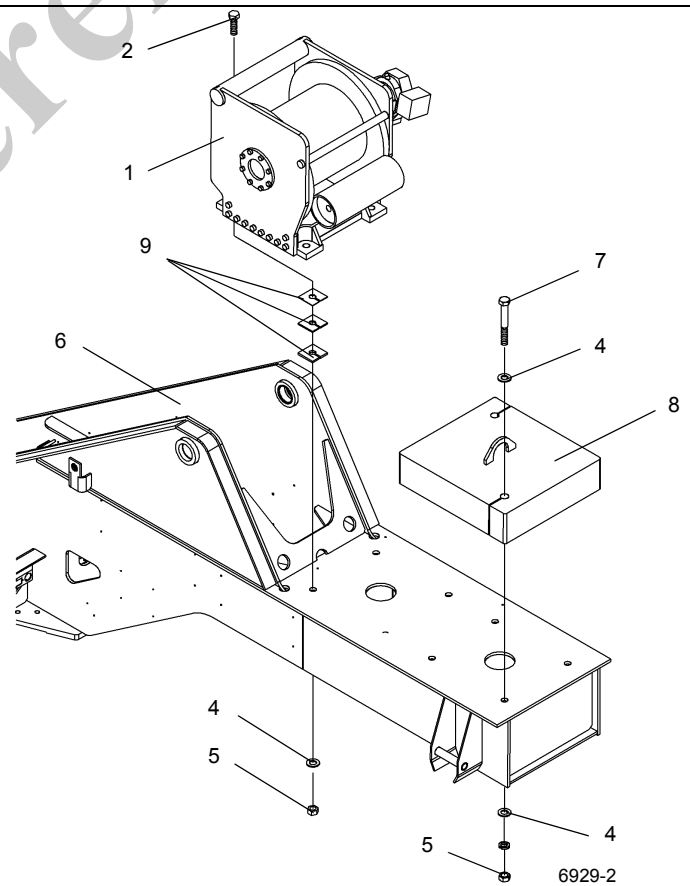

FIGURA 5-1
Utilice la plataforma de acceso al malacate (1) (Figura 5-1) al trabajar en la zona del malacate.